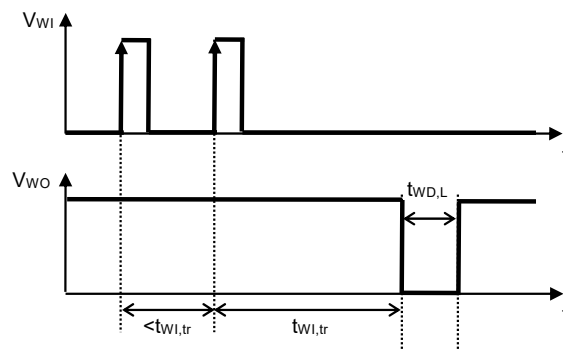

图9 看门狗触发时间
*1. 看门狗定时器进行超时检测后, WO端子保持 "L" 的时间 (参阅图9)。此值可以通过 C_{DLY} 的电容值进行更改。
*2. 从看门狗定时器开始进行触发信号检测后, 到检测出超时, 并且WO端子输出变化为 "L" 为止的时间 (参阅图9)。此值可以通过 C_{DLY} 的电容值进行更改。